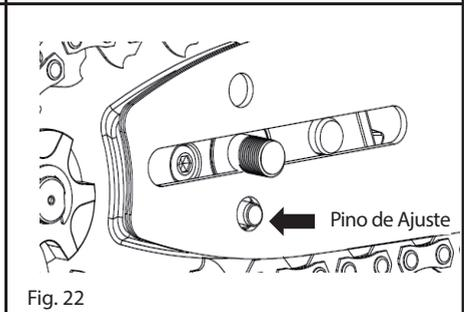

Fig. 22
8. Coloque o parafuso de travão da tampa de corrente, rode o botão no sentido dos ponteiros do relógio, para apertar a tampa da roda dentada de transmissão. A barra deve estar livre para se mover para ajuste de tensão (fig.22).